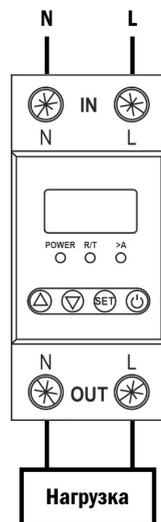

Рис. 3 – Схема подключения
2. Подключите прибор к источнику питания согласно схеме подключения (рис. 3).
5. Подключите нагрузку к прибору согласно схеме подключения (рис. 3).